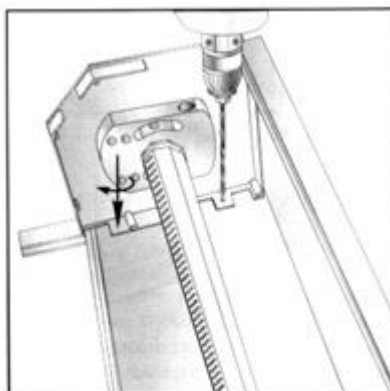

Рис. 5. Сверление отверстий в задней отбортовке крышки при накладном монтаже.
5. Разметить и сверлить совместно в отбортовках крышек и задней панели короба отверстия, диаметр которых выбирается в зависимости от размера применяемых саморезов или рамных дюбелей, для крепления короба к обрамлению проема. При накладном монтаже сверлить по два отверстия в задней отбортовке каждой крышки (рис. 5).